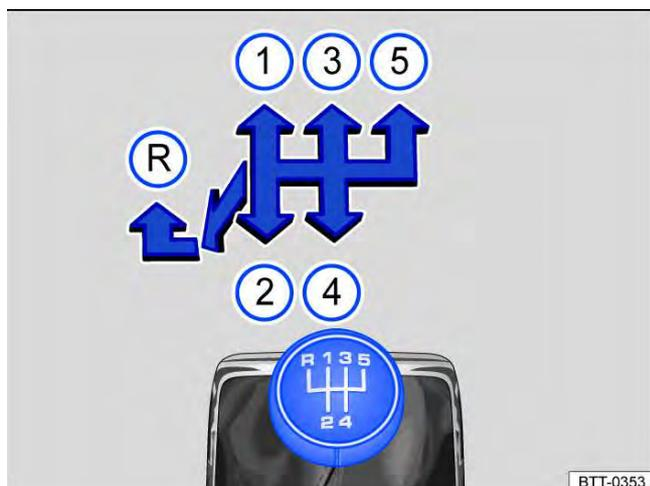
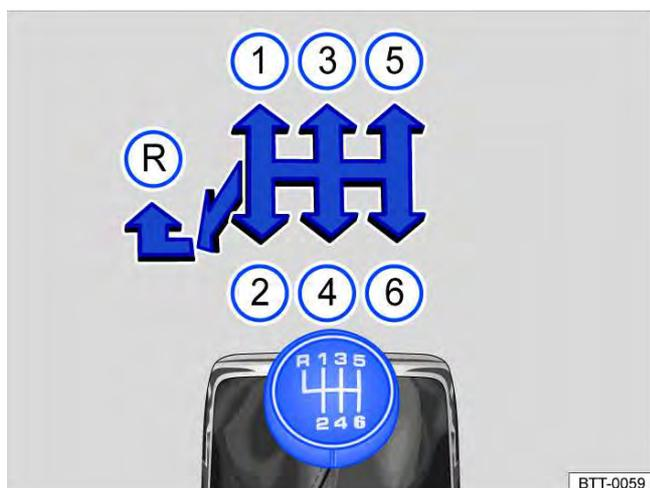

Fig. 97 Esquema de troca de marchas da transmissão manual de 5 marchas.
Fig. 98 Esquema de troca de marchas da transmissão manual de 6 marchas.
As posições de cada marcha estão representadas na alavanca de troca de marcha → Fig. 97 e → Fig. 98.
- Empurrar a alavanca de troca de marcha totalmente para a esquerda e depois para frente até a posição da marcha a ré → Fig. 97 e → Fig. 98 (R).